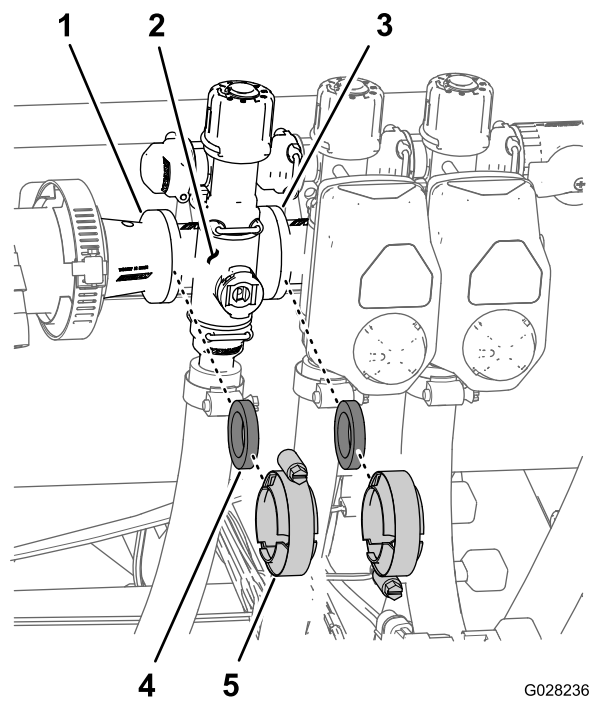

図 68
1. 個別ブームバルブ 図 68 のマニホールドを隣接する個別ブームバルブ左ブームの場合はリデューサカップリングに固定しているクランプとガスケットを外す。